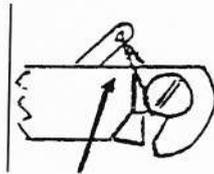

Bild 1
- Sicherungsdraht von der Schleppkupplung lösen, siehe Bild 1 oder 2
- Ausklinkhebel an der Schleppkupplung wieder mit Draht absichern, siehe Bild 1 oder 2